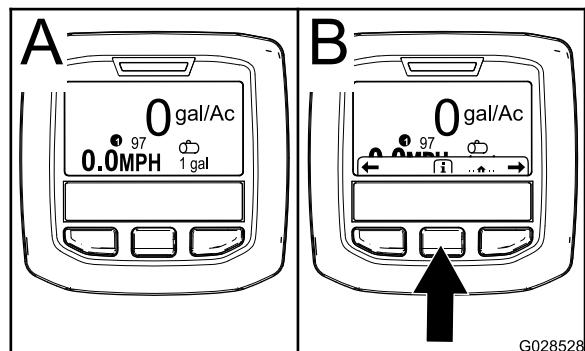

図60
2. およそ15秒後に、ホーム画面に切り替わる。中央のボタンを押すと最初の案内画面になる(図60)。